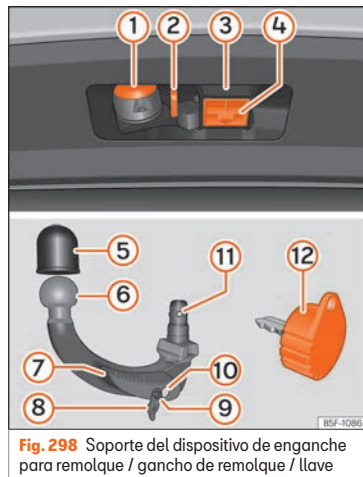

Fig. 298 Soporte del dispositivo de enganche para remolque / gancho de remolque / llave
- La zona superior del alojamiento del gancho está provista de grasa lubricante » fig. 298 ③. Cuando use el dispositivo debe asegurarse de que no se haya eliminado.
- Extraiga el tapón de alojamiento del gancho » **fig. 298** ④ hacia abajo.
- Coloque el tapón **4** en su alojamiento »» fig. 298.